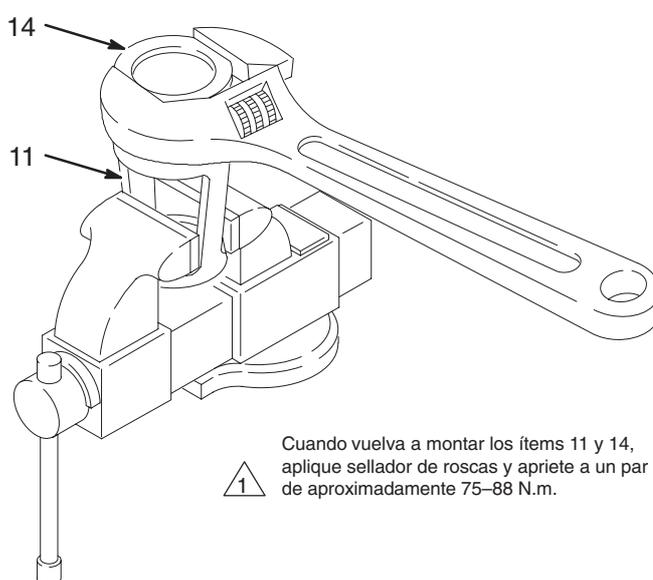
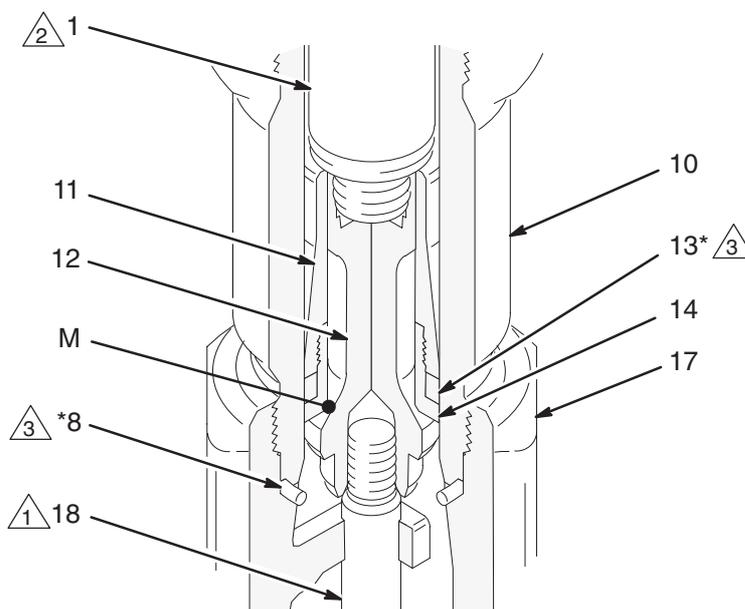

Fig. 10
Fig. 11
9. Extraiga la junta (8) del fondo del cilindro (10). Vea la Fig. 11. Ilumine el interior del cilindro para inspeccionar su superficie interna en busca de muescas o desgaste. **Sólo si el cilindro está dañado, o si se detecta evidencia de fugas alrededor de la junta superior del cilindro (8)**, utilice una llave de tubo para desenroscar el cilindro del alojamiento de salida. Extraiga la junta superior del cilindro.
10. Coloque las partes planas del eje del pistón (1) en un torno de banco. Desenrosque el pistón (12) de su eje; el vástago del pistón de cebado (18) debe salir al mismo tiempo. Deslice la guía del pistón (11) y el asiento (14) fuera del pistón (12).
11. No es necesario desmontar el vástago del pistón de cebado (18) del pistón (12) a menos que la inspección indique daños en alguna de estas piezas. Para desarmar, coloque las partes planas del pistón en un torno de banco y desenrosque el vástago.
12. Coloque la guía del pistón (11) en un torno de banco, tal como se indica en la Fig. 10. Utilizando una llave inglesa, desenrosque el asiento del pistón (14) de la guía. Extraiga la junta (13); reemplácela siempre por una nueva. Inspeccione las superficies de acoplamiento (M) del pistón (12) y del asiento del pistón (14) en busca de daños o desgaste. Vea la Fig. 11.
2. Con el lado biselado dirigido hacia arriba, presione la junta de la válvula de admisión (39*) en el hueco de la tuerca prensaestopas de la válvula de admisión (15) hasta que encaje en su sitio. El saliente de la junta debe estar emparejado, o ligeramente introducido, con la superficie de la tuerca prensaestopas.
3. Coloque las partes planas del cuerpo de la válvula (16) en un torno de banco. Enrosque a mano la tuerca prensaestopas (15) en el cuerpo de la válvula. Separe el conjunto del alojamiento de admisión.
4. Lubrique la junta del pistón (13*) e instálela en el asiento del pistón (14). Aplique sellador de rosca a las roscas del asiento y de la guía del pistón (11). Enrosque la guía en el asiento (14). Coloque la guía en un torno de banco Fig. 10 y apriete el asiento a un par de 75–88 N.m.
5. Si fuera necesario desmontar el vástago del pistón de cebado (18) del pistón (12), coloque las partes planas del vástago del pistón en un torno de banco. Utilizando una llave inglesa en las partes planas del vástago, enrosque éste en el pistón. Apriete a un par de 125–137 N.m. Tenga cuidado de no dejar rebabas en las partes planas del vástago.
6. Coloque el conjunto del asiento/guía del pistón en el pistón (12) de forma que las superficies de acoplamiento biseladas de 45° encajen. Enrosque a mano el eje del pistón (1) en el pistón (12), después apriete el eje a un par de 339–359 N.m.